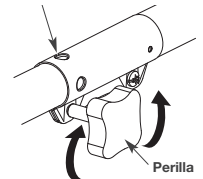
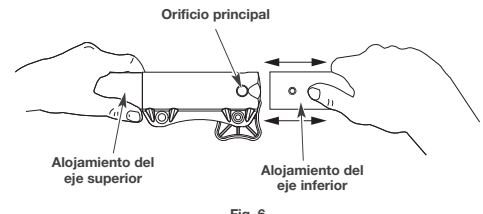

Fig. 4
Fig. 6
1. Gire la perilla en el sentido contrario a las agujas del reloj para aflojarla (Fig. 4).
2. Mientras sujeta con firmeza el accesorio, empujelo en línea recta dentro del acoplador hasta que el botón de liberación entre a presión y quede firme dentro del orificio principal (Fig. 6).
3. Gire la perilla en el sentido de las agujas del reloj para ajustar (Fig. 4).
PRECAUCIÓN: Antes de utilizar esta unidad, asegúrese de que el botón de liberación entre a presión completamente dentro del orificio principal (Fig. 6) y que la perilla (Fig. 4) quede bien ajustada.
Para un reborde decorativo con un accesorio de recorte, trabe el botón de liberación en el orificio de recorte de bordes de 90° (Fig. 4).
3. Mientras sujeta firmemente el alojamiento del eje superior, tire del accesorio de manera recta para sacarlo del acoplador (Fig. 6).
ADVERTENCIA: Evite los arranques accidentales. Colóquese en posición de inicio cuando tire de la cuerda de arranque (Fig. 6). El operador y la unidad deben estar en una posición estable al arrancar la unidad para evitar graves lesiones personales.